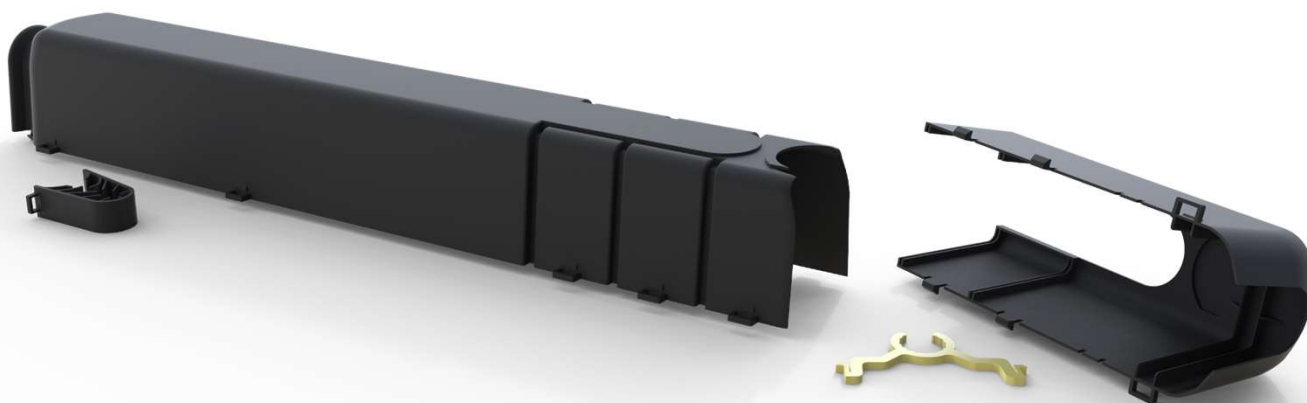

Рис. 2. Комплект **ПЗУ-ВРА**
**ПЗУ-ВРА** представляет собой составной кожух из двух частей с элементами крепления на полимерный изолятор и на провод. Общий вид комплекта устройства приведен на рис. 2.